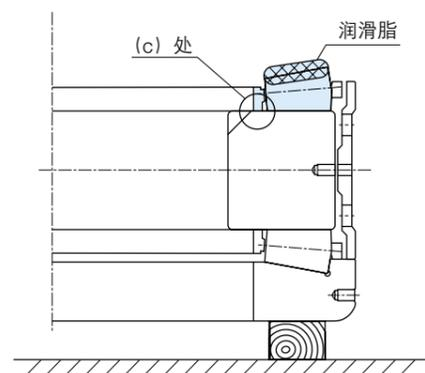

图 3.42
- (5) 将配合代号 B 的滚子与保持架组件轻轻放在内圈之上，届时应确认保持架在图 3.42(c) 处与内圈滚道均匀接触。
而后，将规定重量的润滑脂均匀涂在滚子上部全周（见图 3.42）。